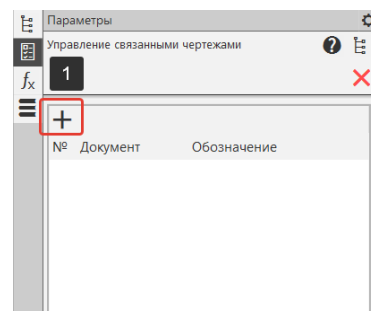

Рисунок 291 – Управление связанными документами. Добавить документ
- В окне параметров отобразится окно Управление связанными документами, нажмем на кнопку Добавление чертежа/спецификации (обозначена как плюс) для добавления документа (1) (Рисунок 291);